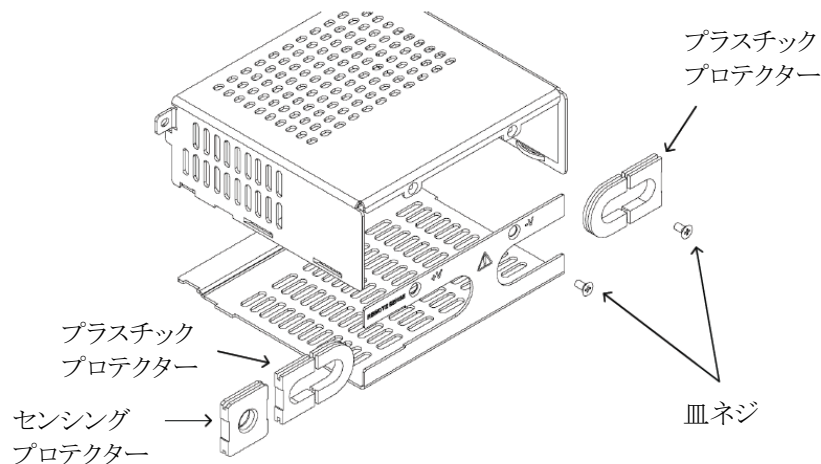

図4-55 出力端子カバーの分解方法
2. 図4-55に示すように出力端子カバー(製品に添付されています)の皿ネジを取り外して開け、プラスチックプロテクターとセンシングプロテクターを取り外してください。